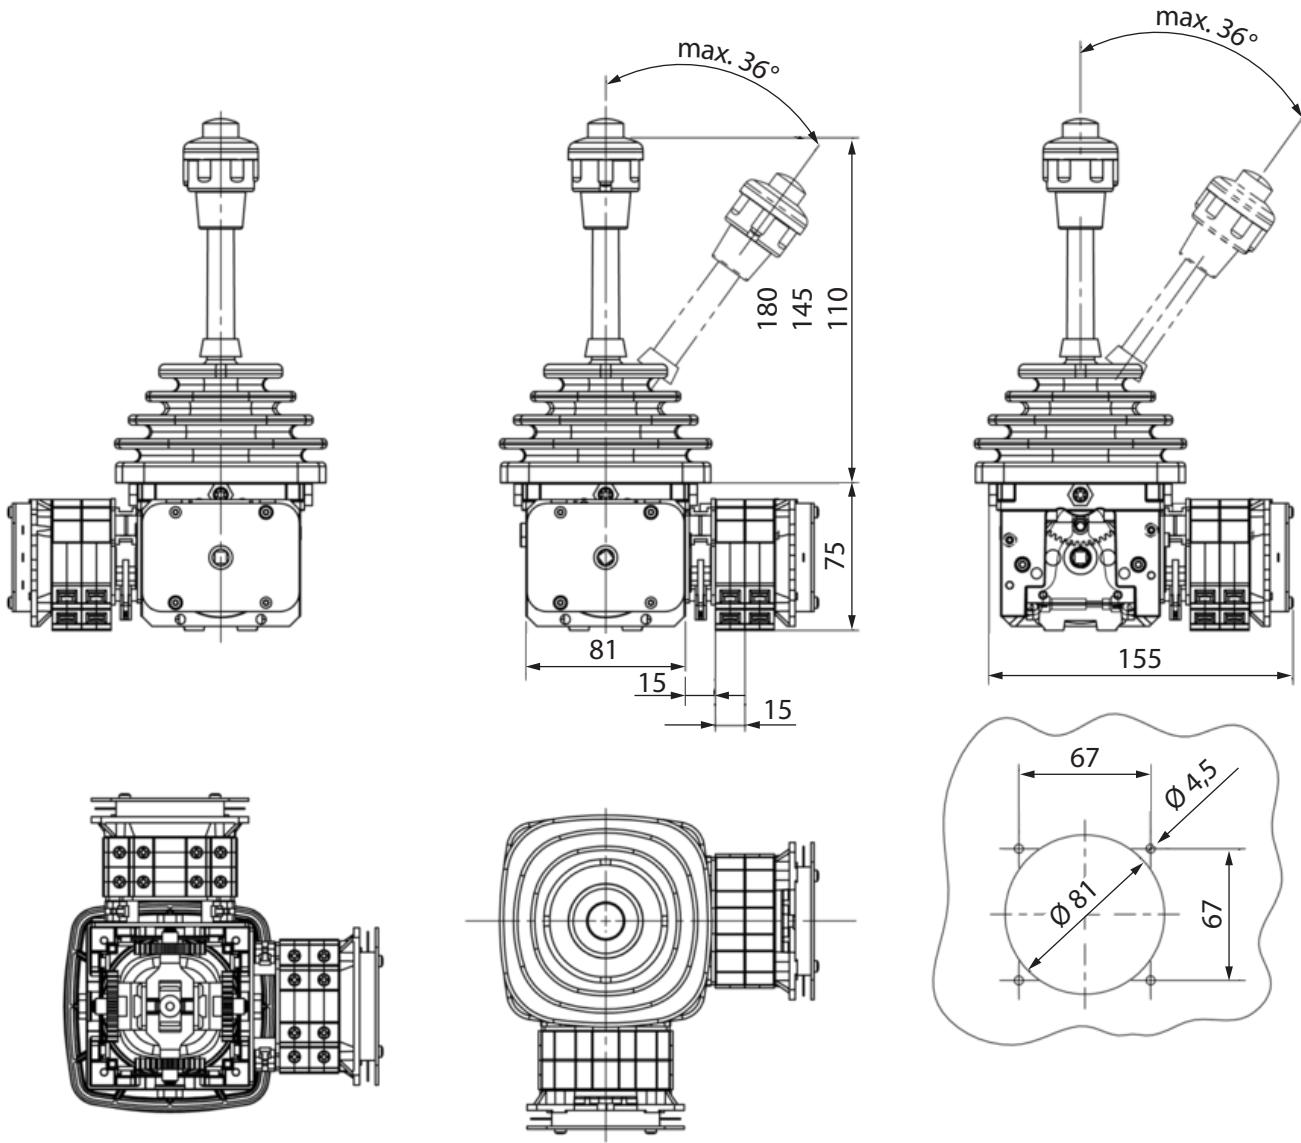
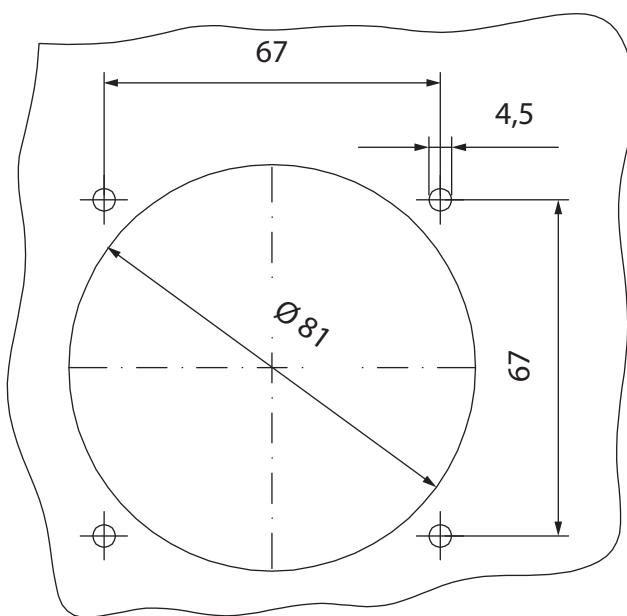

Abbildung 6. Joystick VNS0 – Maßbild (Maße in mm)
Abbildung 7. Einbauöffnung und Befestigungsbohrungen (Maße in mm)
1. Bereiten Sie ggf. den Einbauraum vor *siehe Abbildung 6 „Joystick VNS0 – Maßbild (Maße in mm)“, Seite 14 und Abbildung 7 „Einbauöffnung und Befestigungsbohrungen (Maße in mm)“, Seite 15.*
2. Prüfen Sie die Auslenkung (*siehe Abbildung 6 „Joystick VNS0 – Maßbild (Maße in mm)“, Seite 14*) und den Federrückzug des Joysticks VNS0/NNS0.